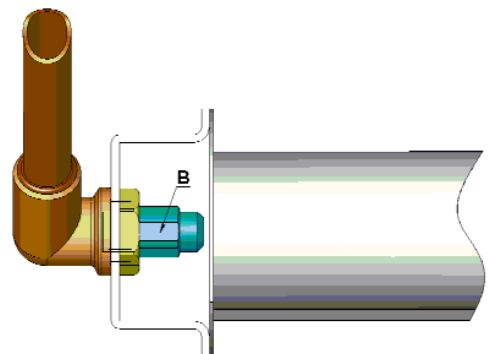

Fig. 6
6.1 SUSTITUCIÓN DEL INYECTOR DEL QUEMADOR PRINCIPAL. (Fig. 6)